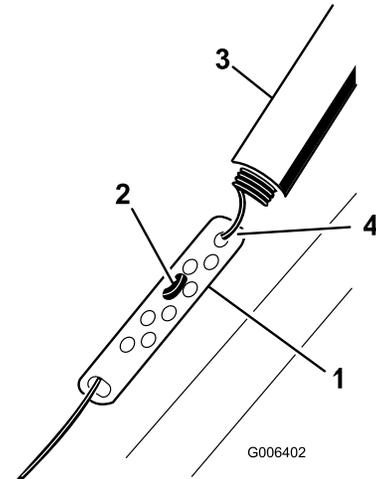

Рисунок 9
1. Сдвиньте вверх крышку пружины и отсоедините пружину от регулировочного звена (Рисунок 9).
2. Передвиньте Z-образный фитинг к верхнему или нижнему отверстию в регулировочном звене для того, чтобы обеспечить зазор между планкой управления и рукояткой, находящийся в пределах от 2 мм до 3 мм (Рисунок 9).